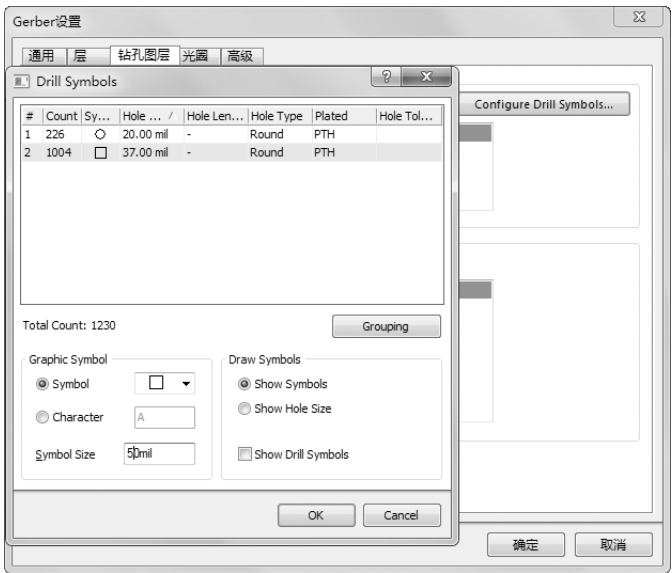

图 10-47 “钻孔图层”选项卡
(5) 单击“钻孔图层”选项卡，如图 10-47 所示。单击  按钮，弹出“Drill Symbols”(钻孔符号)对话框，在该对话框中设置“Symbol Size”(符号大小)设置为 50 mil。